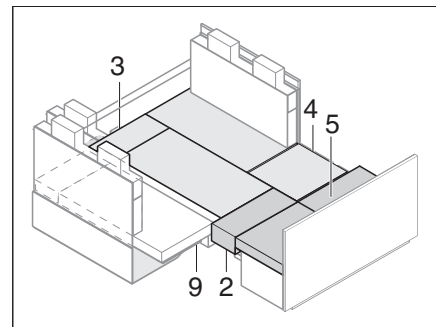

Bild 223 Efter förstoringen
- Lägg in extradynor (Bild 223,5).